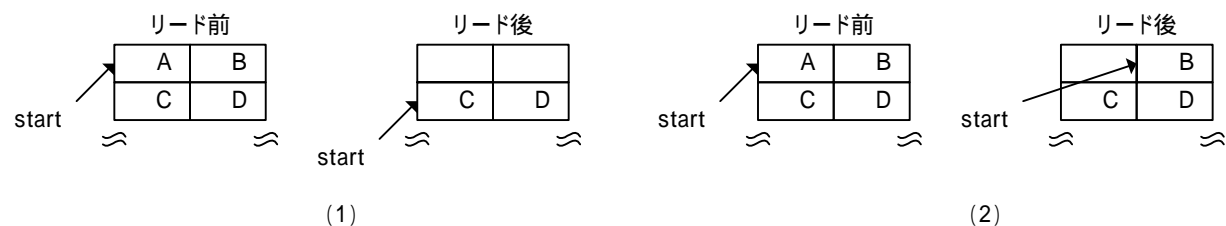

図 6.10 FIFO リード処理 (正常動作)
バイト境界が無い状態からのワード読み出しの様子を図 6.10 の (1) に示します。アクセス毎にデータ A、B データ C、D と読み出されます。また、バイト読み出しの様子を図 6.10 の (2) に示します。アクセス毎にデータ A データ B データ C データ D と読み出されます。以上は正常な読み出し動作です。